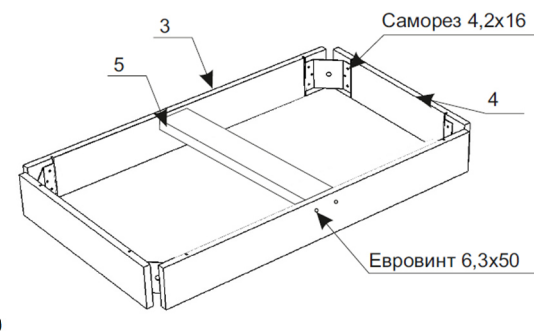

Рисунок 2
- Установить планку для вставки (5) между большими царгами (3) и закрепить евровинтами 6,3x50 с обеих сторон. Соединить саморезами 4,2x16 малые царги (4) и большие царги (3) с помощью угловых стяжек. (рис.2).